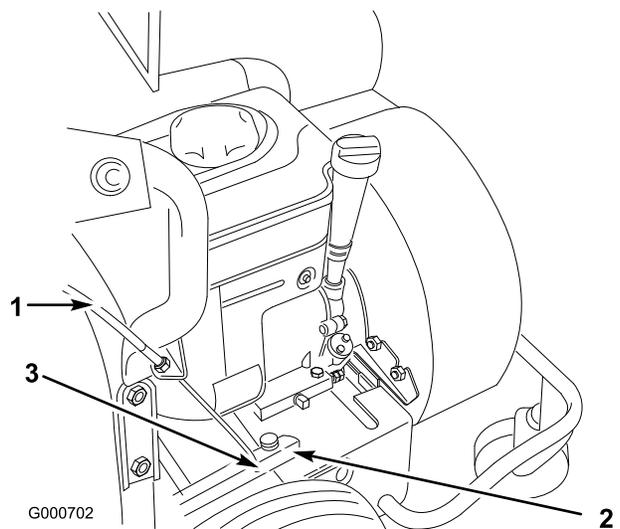

Figure 5
- Accrochez l'extrémité inférieure (bout arrondi) du câble de commande de transmission dans la fente en trou de serrure du bras du capot de transmission (Figure 5).
- Fixez le bout arrondi dans la fente en trou de serrure avec un boulon (10-32) et un écrou (10-32) (Figure 5).